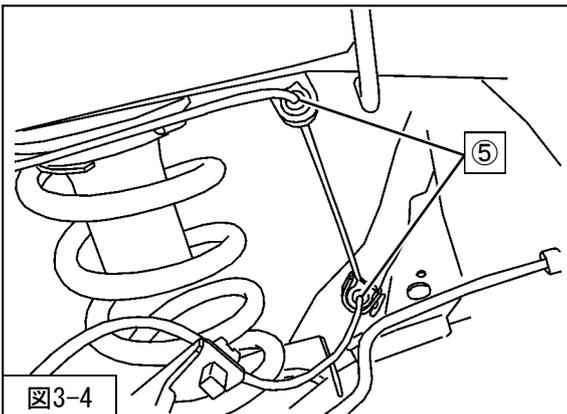

図3-4
5. ⑤ホイールセンサーのワイヤガイドラバーを取外してください。(図3-4)